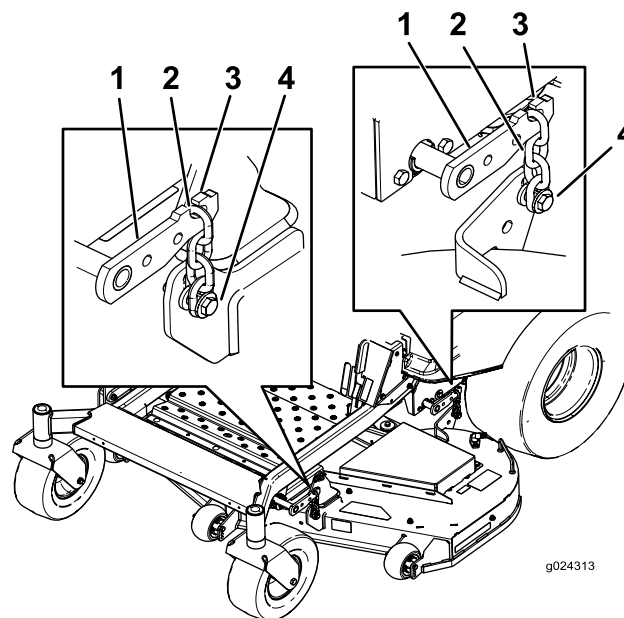

Figure 72
5. Desserrez les boulons de réglage aux 4 coins de sorte que le plateau repose bien sur les 4 cales (**Figure 72**).
6. Vérifiez que les 4 chaînes sont tendues (**Figure 72**).
7. Resserrez les 4 boulons de réglage (**Figure 72**).